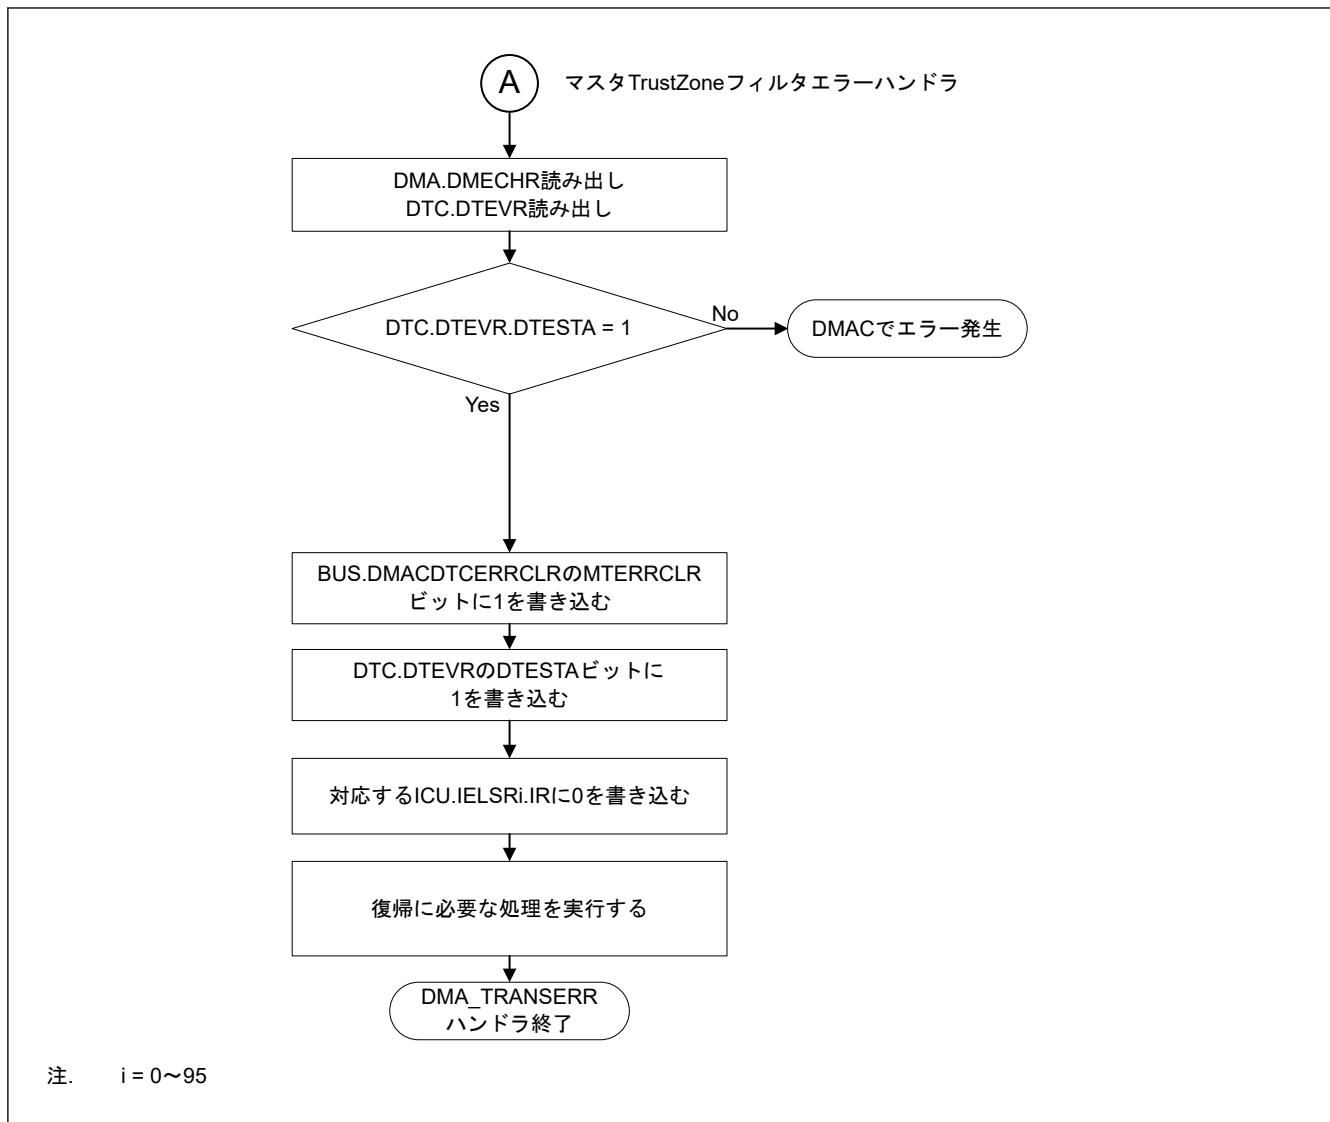

図 17.18 マスタ TrustZone フィルタエラーの DMA_TRANSERR ハンドラにおける処理
- 図 17.18 に DTC でマスタ TrustZone フィルタエラーが発生したベクタ番号を確認するためのフローを示します。